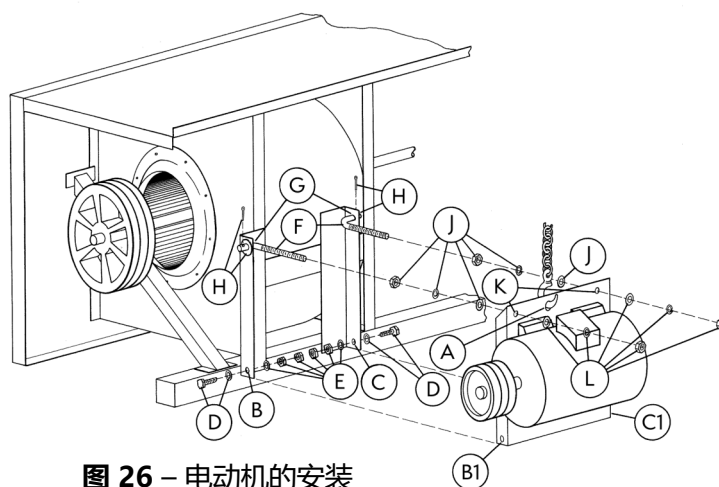
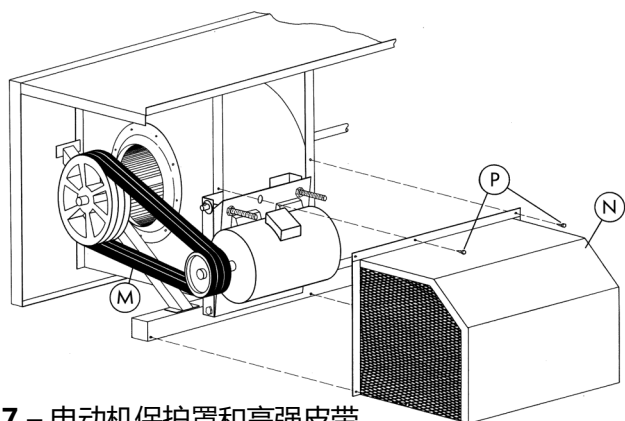

图 26 - 电动机的安装
图 27 - 电动机保护罩和高强皮带的安装
1. 电动机机座安装之前, 应先看清图26。
2. 将吊具插入电动机机座上的“U”型螺栓 (A) 中。
3. 吊起电动机/电动机机座, 将孔 (B) 对准孔 (B1), 孔 (C) 对准孔 (C1), 然后插入直径13mm的轴销和平垫圈 (D)。将平垫圈和螺母拧在轴销上。另用锁紧螺母 (E) 装在轴销上, **不要过紧**。
4. 将“J”型螺栓 (F) 插入孔 (G), 装上平垫圈和开口销 (H)。在电动机机座装上之后, 将螺母、锁紧垫圈和平垫圈 (J) 装在“J”型螺栓的螺纹段。
5. 将“J”型螺栓插入电动机机座上的 (K) 孔内, 装上平垫圈、锁紧垫圈和螺母 (L), 从电动机机座上的“U”型螺栓上拆去吊具。将电动机机座装在机组的箱体上, 供安装皮带之用。
6. 将皮带 (M) 绕在通风机和电动机的皮带轮上 (见图27)。用“J”型螺栓上的螺母调整皮带松紧度。不要调得过紧。当皮带调整适当时, 用手在皮带上加适当的压力, 其中间的挠度应为13mm。
9. 安装电动机保护罩 (N) 时, 首先将所有孔对齐, 用自攻螺丝P固定 (见图27)。检查并确保电动机保护罩没有和皮带轮或皮带摩擦。